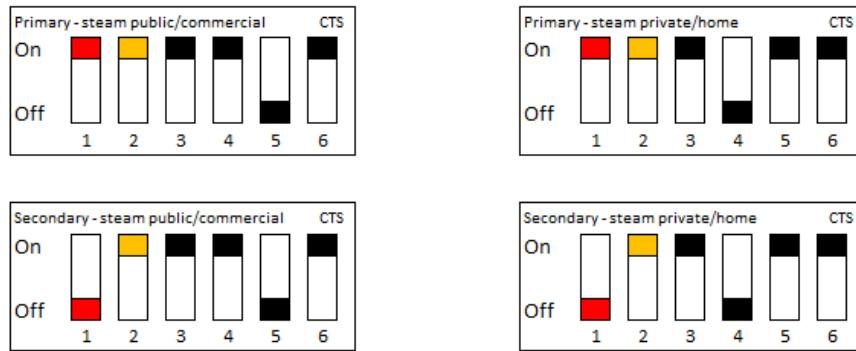

Fig. 17
Lorsque plusieurs générateurs sont interconnectés, l'un d'entre eux doit être le générateur primaire (Primary, réglage en usine) qui commande les autres générateurs. Les autres générateurs sont alors des générateurs secondaires (Secondary), selon le schéma de connexion de la Fig. 17
3. Sélectionnez un générateur de vapeur secondaire et modifiez les réglages sur le boîtier DIP pour lui donner le statut de générateur *primaire* selon le modèle. Voir la Fig. 17. Raccordez ensuite le panneau de commande au nouveau *primaire*. Une nouvelle « configuration initiale (initial setup) sera nécessaire, dans la mesure où ce générateur n'avait pas été précédemment configuré comme *primaire*.